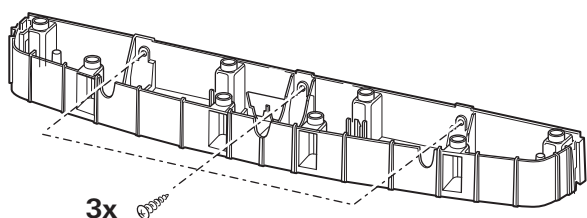

Figura 17
- **S 3004:** Fissare il supporto al telaio di montaggio con 3 viti 3,5 x 16 mm (Figura 17).